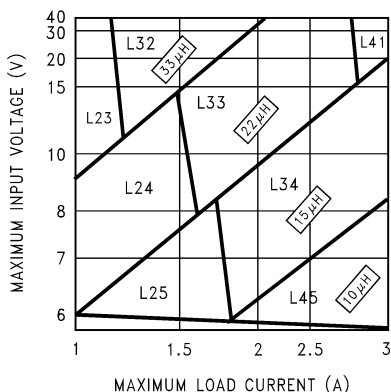

図 7-2. LM2676-3.3
**ステップ 3:**3.3V デバイスにはノモグラフを使用します (図 7-2)。16V の水平線 ( $V_{IN}$  の最大値) と 2.5A の垂直線 ( $I_{LOAD}$  の最大値) の交点は、22 $\mu$ H インダクタである L33 が必要であることを示しています。